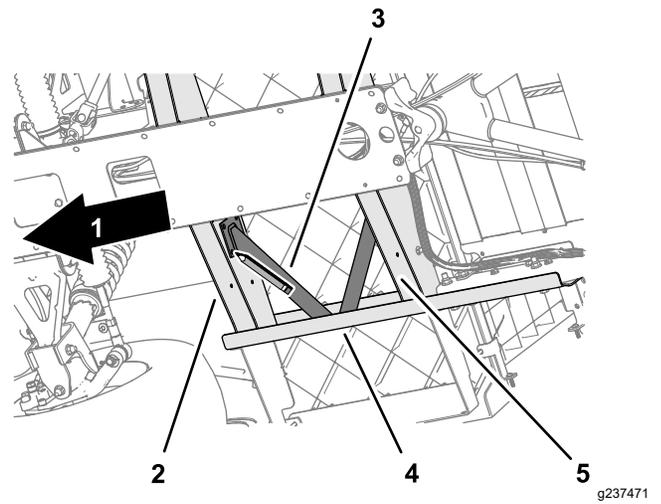
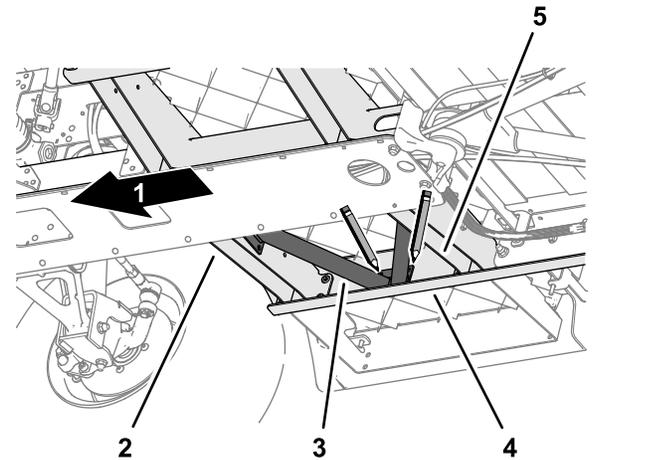
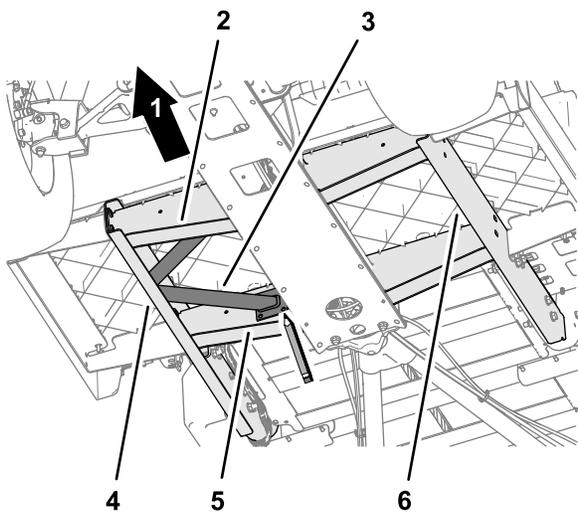

図 15
図 16
図 17
3. フロアブレースをテンプレートとして使用し、サイドフレームチャンネルとフロアチャンネルに穴位置をマーキングする。(図 15, 図 16、および図 17)。
- フロアブレースのフランジをマシンのサイドフレームチャンネル、前方フロアチャンネル、およびリアフレームチャンネルに面一に合わせる(図 15)。
- フロアブレースを床と平行に合わせる(図 15)。